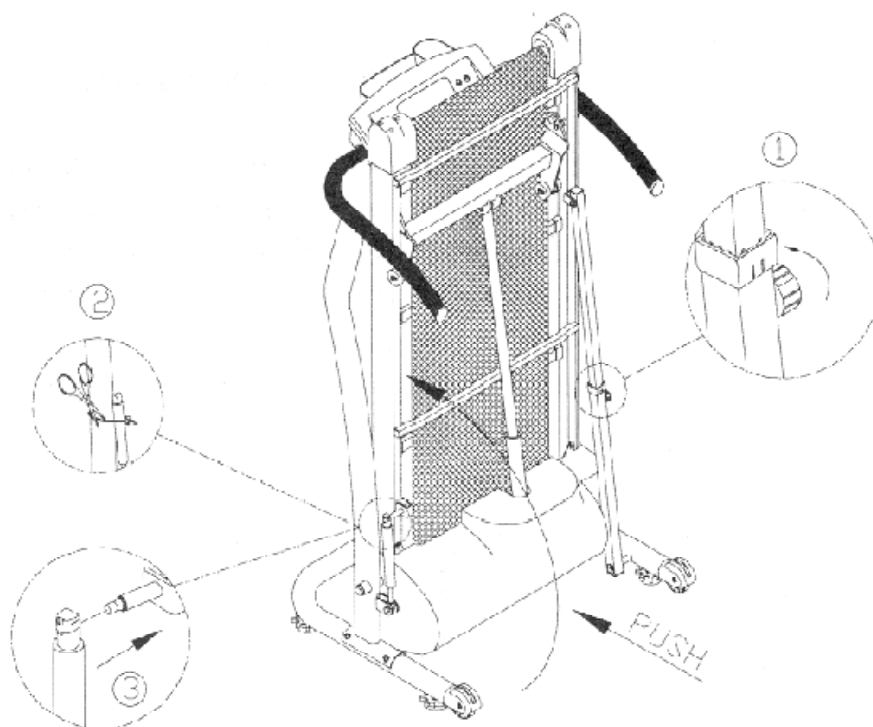

Fig.5
8. Vergrendel de sluitknop door deze met de klok mee te draaien zoals in cirkel 1 van fig. 5. Knip het plastic bindertje wat de linker hefhandel beschermt door, zoals in cirkel 2 van fig. 5 is te zien. Duw nu het loopvlak van de loopband naar voren zodat het gaatje van de linker hefhandel voor het uitsteeksel, onderdaan het frame, komt te staan. Zorg ervoor dat het uitsteeksel in het gaatje valt, zoals in cirkel 3 in fig. 5 is te zien.